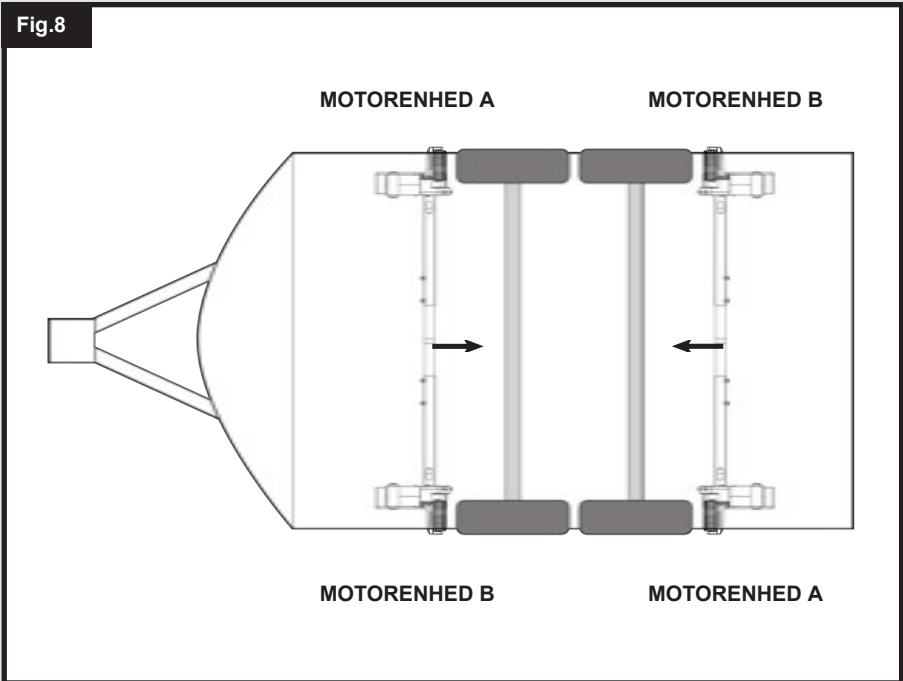

Fig.9
Undersøg fig.9. På den ene side af køretøjet løftes rammegruppen op, og klemmenheden monteres løst på rammen og chassiset som angivet i fig.10. De fastgjorte klemmer (7,16,17,18) må ikke være mere end fingerspændt på dette tidspunkt. Når de løse fastgørelser er selvbærende, gentages processen på den anden side af køretøjet.
Når du er tilfreds med moverens afstand, skal du stramme de fire nyloc-møtrikker (17) på begge spændesamlinger (fig. 9) helt til med et moment på 40 ft lbs/55 Nm og derefter boltene (fig. 1A) på hver motorside til et moment på 9 ft lbs/12 Nm. Kontroller igen afstanden på 20 mm fra rullerne til dækkene, og løsn om nødvendigt boltene og juster samlingens position igen. Når du er tilfreds med samlingens position, monteres og spændes chassisstopmøtrikkerne og -boltene (7) i hver af de øverste plader (8) for Classic Clamp-klemmen (se fig. 9) (se fig. 9). Tilspænd med et moment på 40 ft lbs/55 Nm. Stopboltene griber fat i chassisets kant og hjælper med at forhindre, at moveren glider langs chassiset